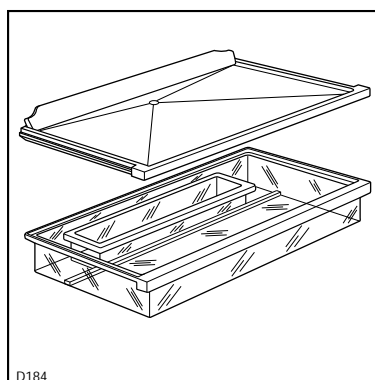

Fig. 5
- N'oubliez pas de vider l'eau recueillie dans le bac de dégivrage se trouvant à l'intérieur du bac à viande (voir Fig. 5).